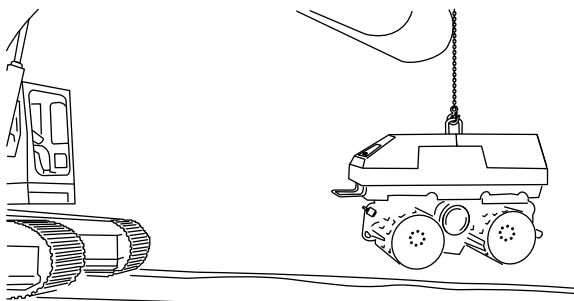

Figure 45
- Attachez le matériel de levage à l'anneau de levage (Figure 45); voir Levage de la machine (page 30).
- Levez lentement le matériel de levage pour retourner la machine à l'endroit (Figure 45).